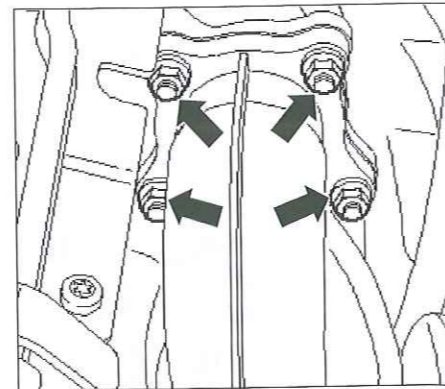

Fig. 53
- Desmontar las tuercas de fijación del turbocompresor (Fig.53).